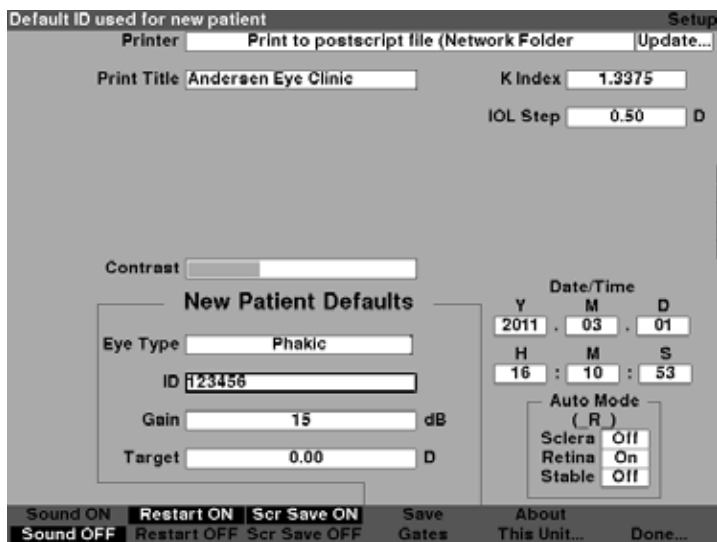

Figura 5-49 ID padrão adicionada
4. Pressione o botão giratório ou o botão $\sqrt{\quad}$ para salvar a ID padrão inserida e desativar o campo conforme mostrado na Figura 5-49.